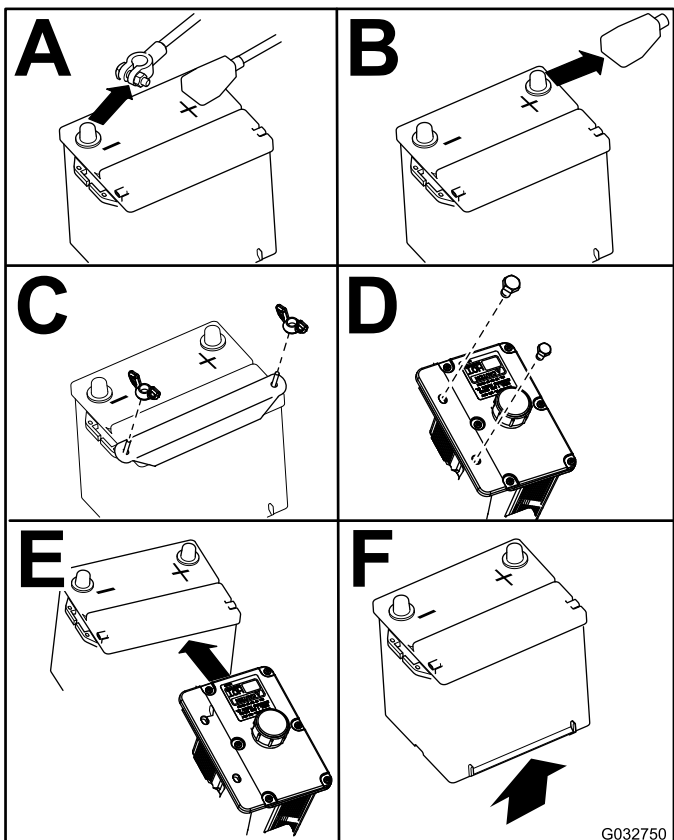

Bild 68
3. Nehmen Sie die Batterie heraus, wie in Bild 68 abgebildet.